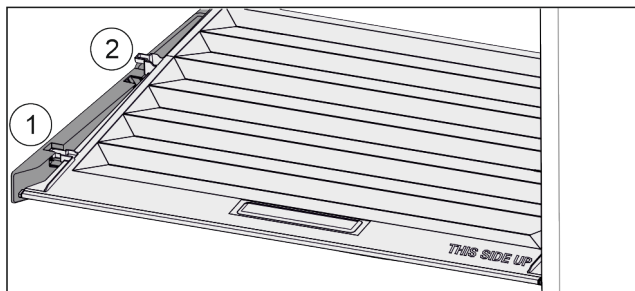

Fig. 84
- ▶ Vytáhněte víko dopředu až k otvoru v přídržných dílech Fig. 84 (1).
- ▶ Vzadu zespuďte nadzvedněte a vyjměte směrem nahoru Fig. 84 (2).